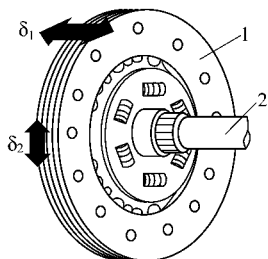

图 2-34 从动盘与变速器第一轴花键配合的检查
(1) 离合器从动盘轴向跳动的检查 将离合器从动盘放在定位轴上,用百分表检查其轴向跳动,在距边缘 2.5 mm 处测量,标准值为 0.15 mm,使用极限为 0.5 mm,超过极限时,可以用工具进行修正。
(2) 从动盘与变速器第一轴(输入轴)配合花键的检查 如图 2-34 所示,将离合器从动盘 1 装在变速器第一轴 2 的花键轴上,检查从动盘 1 的花键孔与变速器第一轴 2 花键轴的配合,不得有明显的轴向跳动 δ_1 与圆周跳动 δ_2 ,但在轴上能顺利移动。